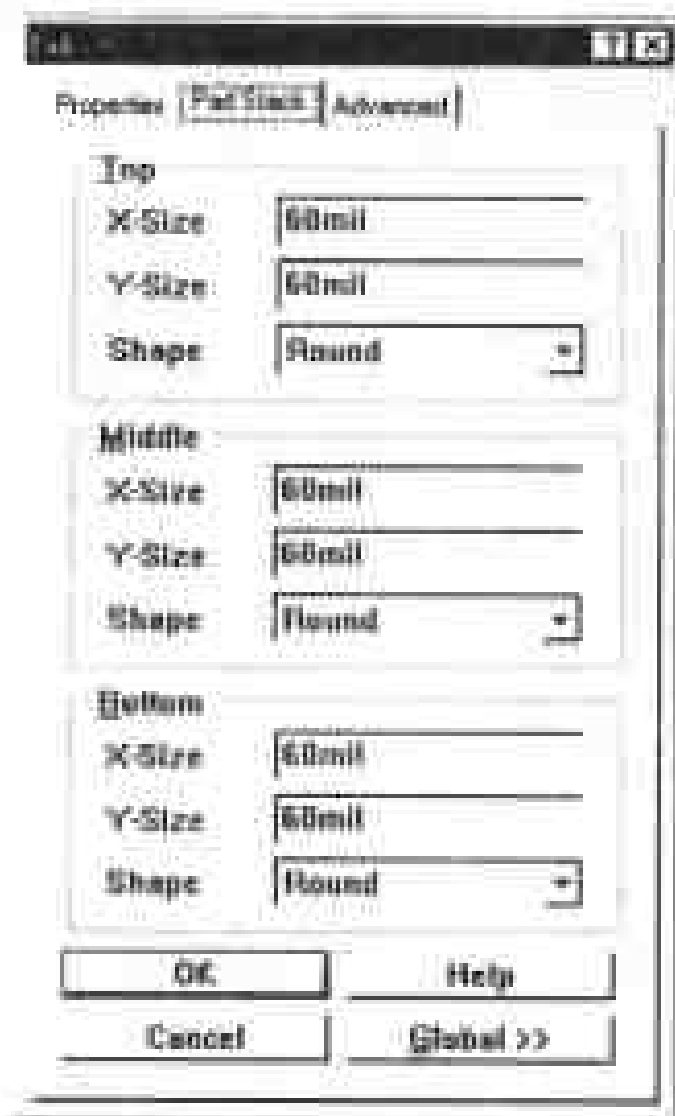

图 5-97 Pad Stack 标签页
2) **Pad Stack** 标签页: Pad Stack 标签页如图 5-97 所示。首先要在焊点属性对话框的 Properties 标签页中选中 “Use Pad Stack” 选项, 表示焊点的各个尺寸、形状由本标签页来控制。